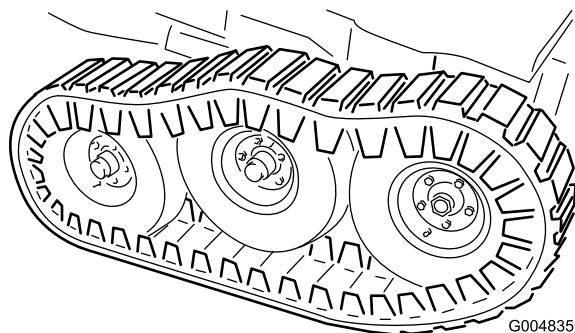

Figura 54
26. Baje el gato hasta que el bastidor quede apoyado sobre las ruedas delanteras. Instale las arandelas planas (1/2") y las contratuercas en el espárrago del pivote del bogie (Figura 54) y apriételas a 102 N·m (75 pies-libra).